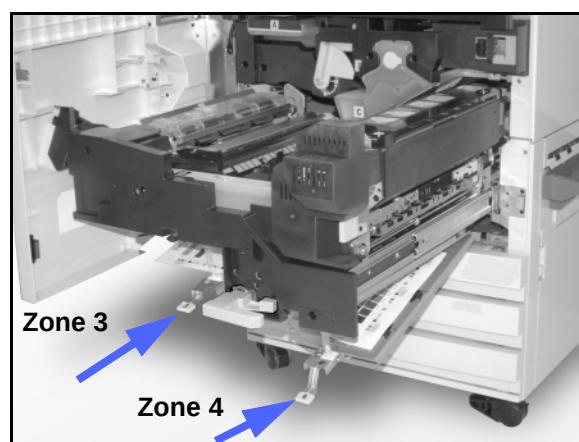

Figure 13 : Zones du module recto verso
- 6 Dans les zones 3 et 4 du circuit recto verso, appuyez sur la poignée gauche afin de débloquent le déflecteur d'alignement et sur la poignée droite pour déverrouiller le déflecteur recto verso (voir la figure 13).